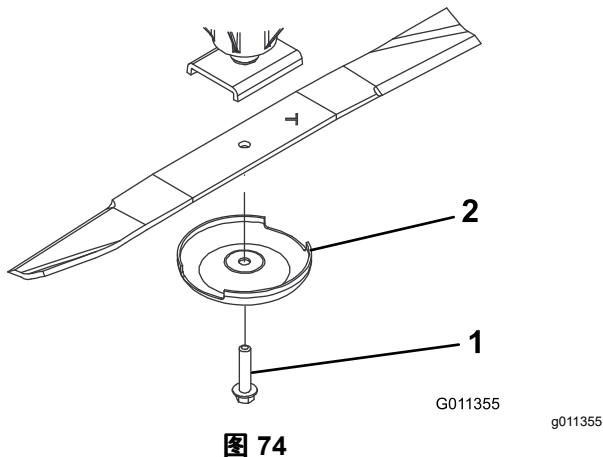

图 74
3. 卸掉刀片螺栓、防刮罩并从锭轴上取下刀片 (图 74)。